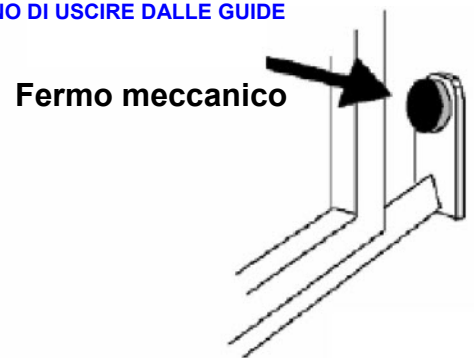
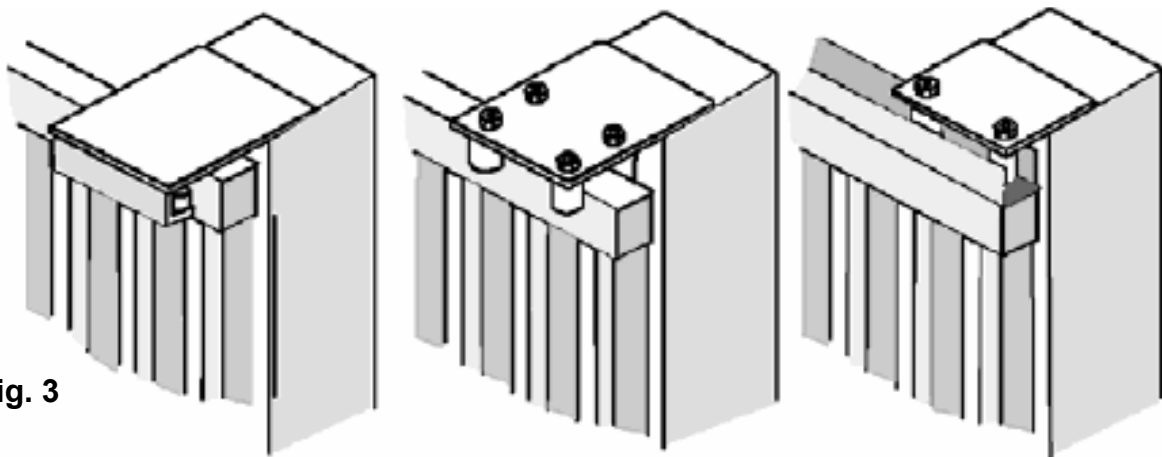

Fig. 2
Fig. 3
- Prima di procedere al montaggio dell'automatismo, si verifichi che il cancello sia perfettamente funzionante, inoltre, è opportuno verificare che la guida di scorrimento a terra (**V. Fig. 1**) non presenti malformazioni, che sia perfettamente a livello e che sia presente il fermo meccanico in apertura (**V. Fig. 2**) al fine di evitare che il cancello esca fuori dalle guide superiori (**V. Fig. 3**)
- Verificare la guida di scorrimento superiore (**V. Fig. 3**) che sia ben salda e il cancello vi scorra liberamente.
Posizionare il motoriduttore e fissarlo con le viti e rondelle in dotazione A (Fig.2).
Fissare la cremagliera sul cancello in modo saldo prevedendo una distanza da 2 a 3 mm dal pignone del motore (Fig.3).